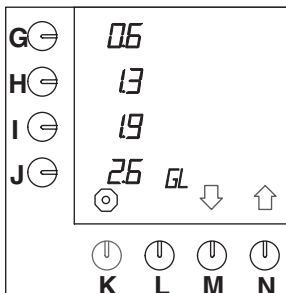

Abb. 29 Ändern der vorprogrammierten
- Drücken Sie auf die Wahl taste (N.)↑, bis Abb.29 im Display erscheint.